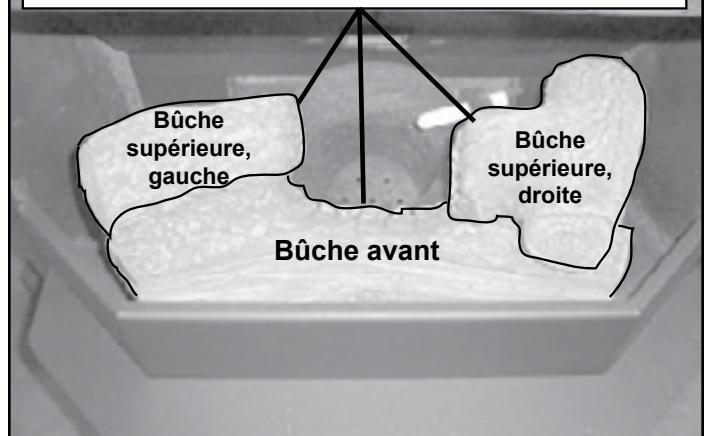

Figure 23.3
2. Placez les bûches de gauche et de droite sur la bûche avant, en plaçant les trous dans la base des bûches de droite et de gauche sur les broches de positionnement de la bûche avant (**voir Figure 23.3**). Assurez-vous que les extrémités carbonisées pointent vers le creuset de combustion.